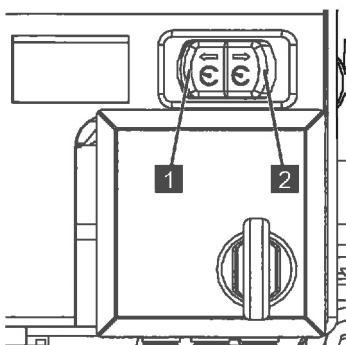

Abb. 194
5. Den Servicetaster (Abb.194/1 oder 2) betätigen um die Drehzahl des Verbrennungsmotors zu erhöhen.